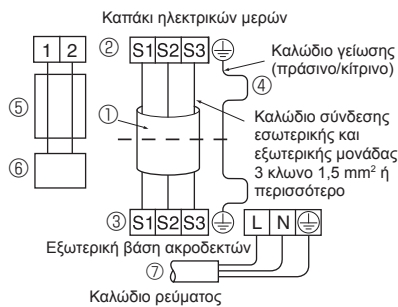

Fig. 7-4
- Εκτελέστε την καλωδίωση, όπως φαίνεται στο διάγραμμα κάτω αριστερά. (Προμηθευτείτε το καλώδιο επί τόπου) (Fig. 7-4)